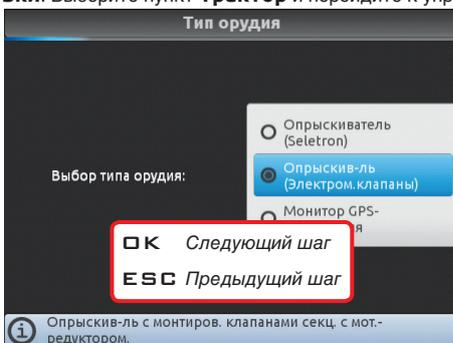

Рис. 36
- При первом включении на Bravo 400S появится справка, которая будет подсказывать, как выполнить правильную конфигурацию **Орудие**: выполните предложенные действия, выбирая требуемые варианты (смотрите пример на Рис. 36). **OK**: следующий шаг, **ESC**: предыдущий шаг.